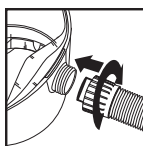

FIGURA 30
53. Vuelva a insertar la manguera dentro de la entrada y ajuste la tuerca de fijación. **FIGURA 30.**